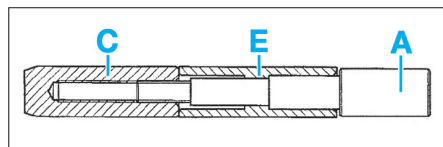

Fig. 63
- Monter l'axe de piston (E) sur l'axe de montage (A) et visser le centreur (C) jusqu'au contact puis desserrer d'un quart de tour (Fig.63).